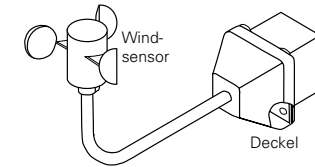

Fig. 6
- der Lichtsensor in der Nähe der Markise senkrecht und nicht im Schatten montiert wird (siehe Fig. 6)
Montage/Fig. 6**D****4.3.3 Anschluss Windsensor**